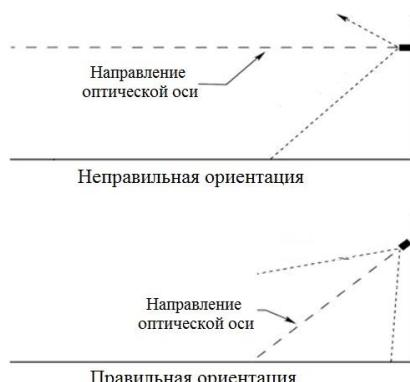

Рисунок 4.5 – Установка термокожуха с ИК-подсветкой по отношению к горизонту
- 4.5.3 ИК-подсветку рекомендуется нацеливать на объект по нисходящей под углом к горизонту, по крайней мере, 10 - 20 градусов (см. рис. 4.5). Такая установка предотвращает скопление влаги на смотровых окнах.